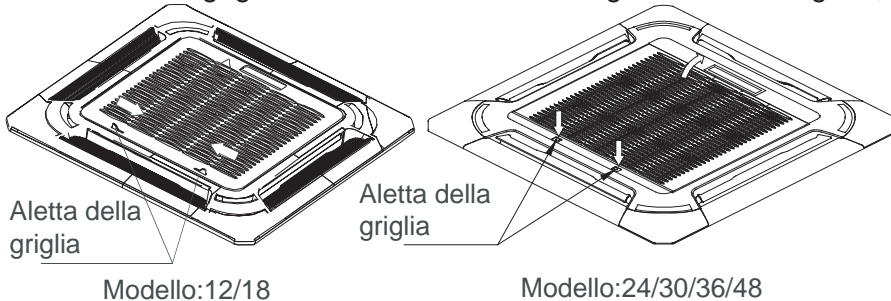

Fig.20
1. Premere contemporaneamente le due alette della griglia nella direzione indicata e sollevarle. (Fig. 20)